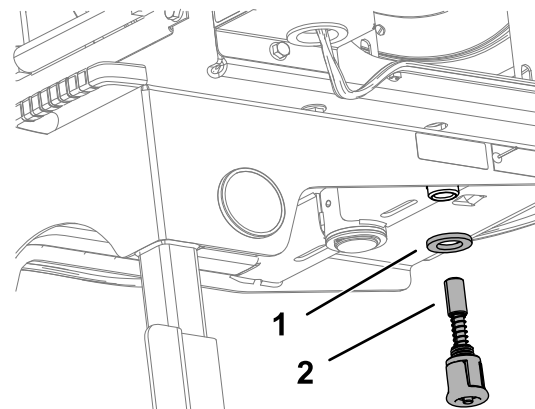

Bild 12
6. Bringen Sie die Scheibe und den Federstift an der Unterseite des Schlauchtrommelrahmens an (Bild 12).